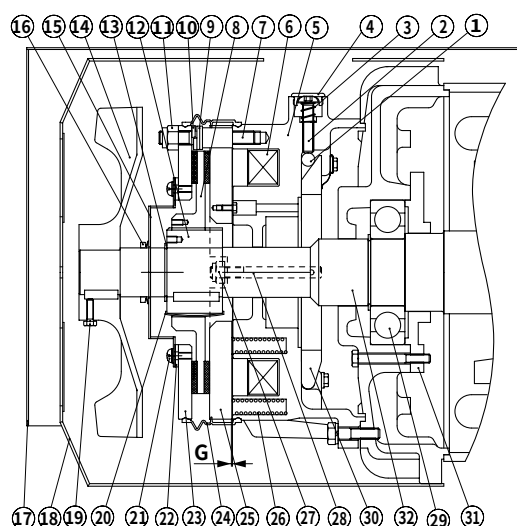

図20
- (1) 盲栓④を取り外し、六角スパナ (M8穴付ボルト用) にて、ゆるめボルト②をゆるめの方向 (時計方向) に回転するとブレーキは解放します。(屋外形の場合は屋外カバー①⑦上の窓部のフタを取り外してください。)(図20参照)
- (2) ブレーキを解放した後、再び元の状態に復帰させる場合は六角スパナにてゆるめボルト②をブレーキの方向 (反時計方向) にボルトの頭が固定鉄心⑤から突出しない程度 (約5～7回転) まで回転してください。次に盲栓④を元の状態に取り付けてください。(屋外形の場合は屋外カバー窓部のフタを元どおり取り付けしてください。)(図20参照)